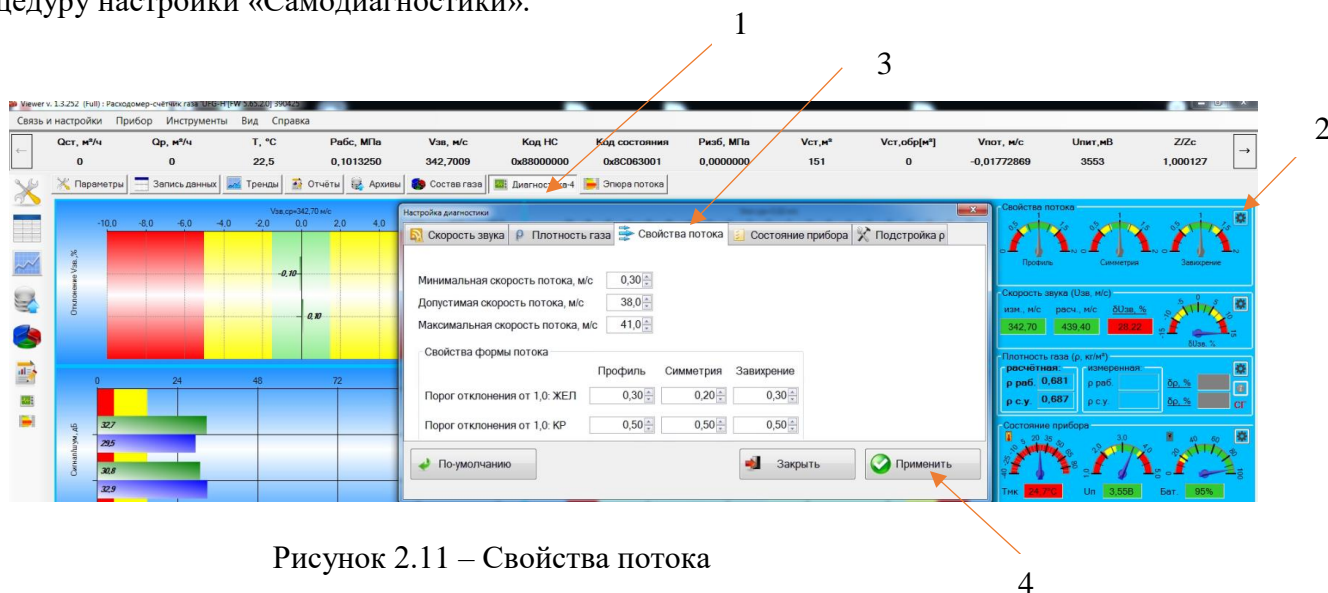

Рисунок 2.11 – Свойства потока
- войти в раздел «Диагностика» (рисунок 2.11 стрелка 1);
- в окне на панели «Свойства потока» нажать кнопку  (рисунок 2.11 стрелка 2);
- выбрать вкладку «Свойства потока» (рисунок 2.11 стрелка 3);
- на вкладке «Свойства потока» нажать кнопку «Применить» (рисунок 2.11 стрелка 4), данная кнопка сохраняет базовые параметры свойств потока в память прибора.